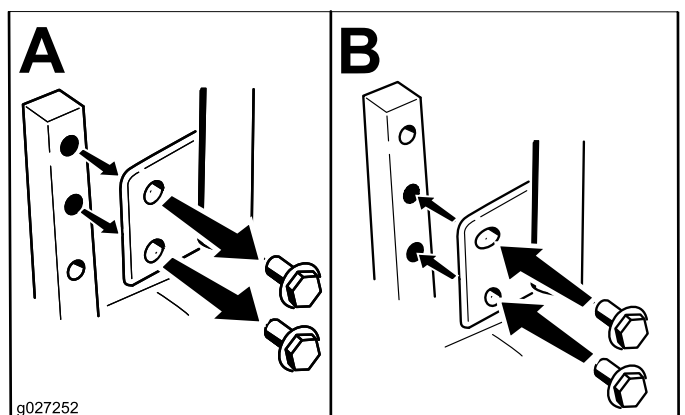

Figure 10
2. Desserrez le boulon inférieur jusqu'à ce qu'il soit possible de faire pivoter le levier de commande en avant ou en arrière (Figure 10).
Vous pouvez ajuster la hauteur des leviers de commande de déplacement en fonction de votre taille (Figure 10).